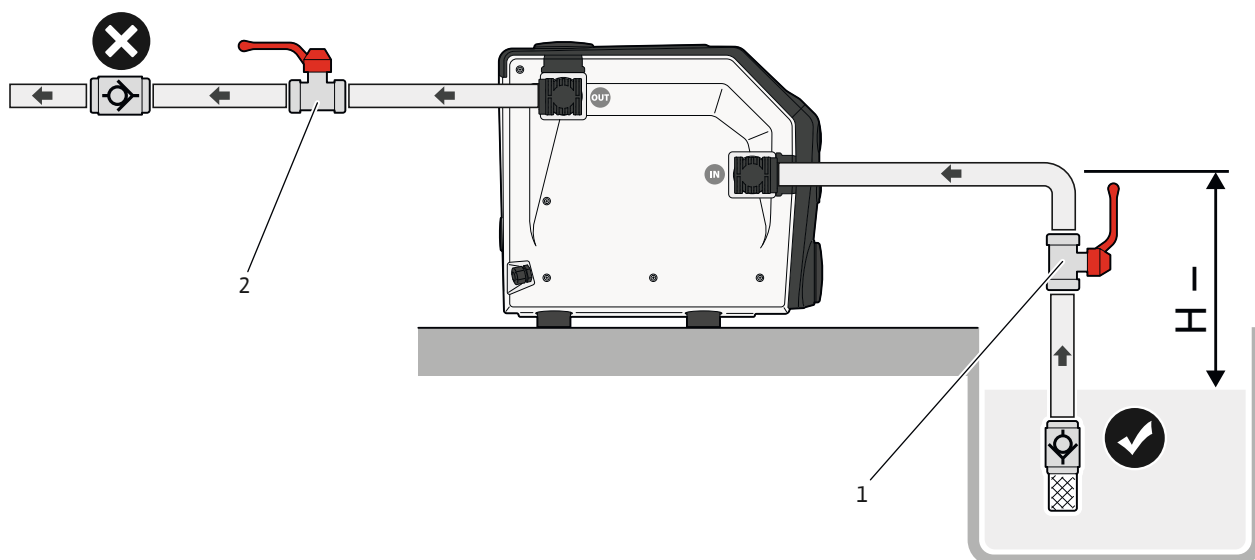

Fig. 7: Afzuigmodus
1. Sluit de afsluiters (Fig. 7 – Pos. 1, 2) aan de zuig- en perszijde.